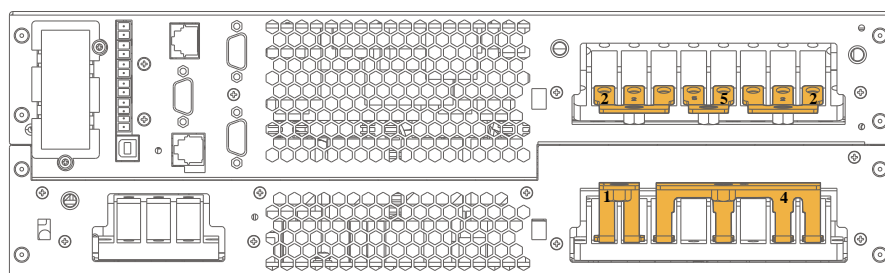

图2-28 更改配电方式
1. 拆除出厂时已默认装上的三进三出，主旁同源系统的 3 个短接铜排 1。分别装上三进单出，主旁同源或主旁不同源的短接铜排（1#、2#、4#、5#），见图 2-28 所示。然后连接所有电缆。